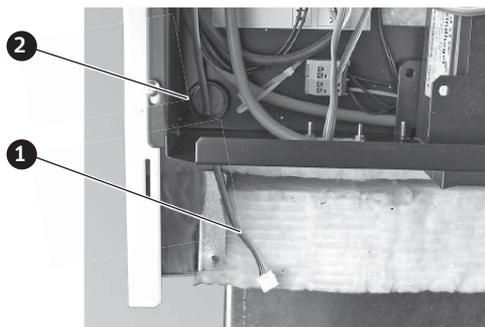

Fig. 69 Faire passer le câble InfoWIN^{PLUS}
- ▶ Avant de monter le panneau de commande, le câble InfoWIN^{PLUS} doit être guidé hors du tableau de commande au niveau de la partie avant gauche – Fig. 69.